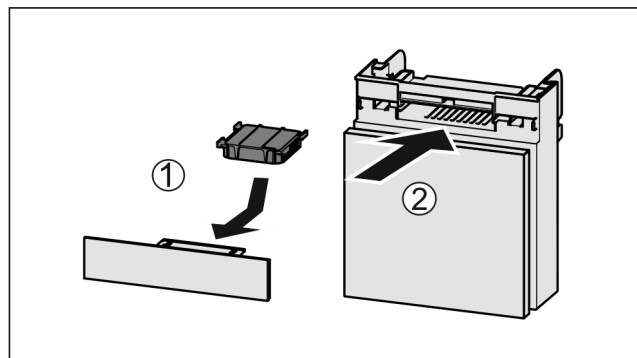

Fig. 141
- Aseta aktiivihiiisuodatin kuvan mukaisesti paikoilleen Fig. 141 (1).
- Aktiivihiiisuodatin lukittuu kiinni. Kun aktiivihiiisuodatin osoittaa alaspäin: ► Työnnä lokero kiinni Fig. 141 (2).